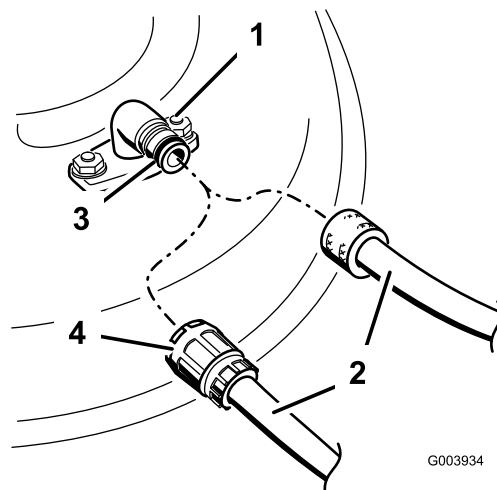

Figura 59
3. Coloque a união da mangueira na extremidade de limpeza do cortador e ligue a água em elevado (Figura 59).